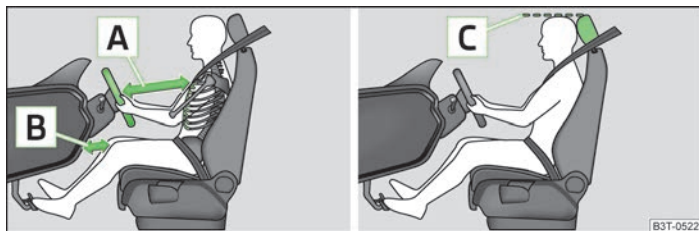

Fig. 116 La distancia correcta del conductor al volante y al cuadro de instrumentos /el ajuste correcto del reposacabezas
- Ajustar el volante de tal modo que la distancia entre el volante y el esternón sea, como mínimo, de 25 cm - -A» fig. 116 y entre las piernas y el cuadro de instrumentos en la zona del airbag para las rodillas, sea de 10 cm [B].
- Ajustar el reposacabezas de tal modo, que el borde superior del mismo se encuentre de ser posible a la misma altura que la parte superior de su cabeza [C] » fig. 116 de la página 136.
- Ajustar el reposacabezas de tal modo, que el borde superior del mismo se encuentre de ser posible a la misma altura que la parte superior de la cabeza [C] » fig. 116 de la página 136.